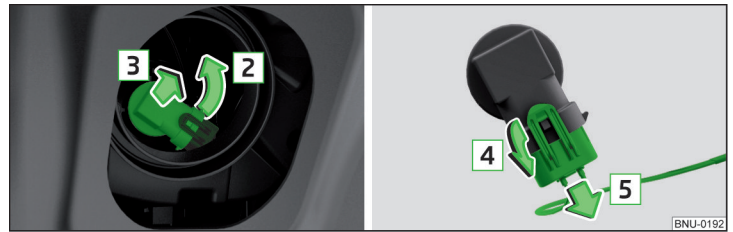

Abb. 342 Glühlampe für Nebelscheinwerfer wechseln
- › Die Fassung mit der Glühlampe bis zum Anschlag in Pfeilrichtung **2** drehen » Abb. 342.